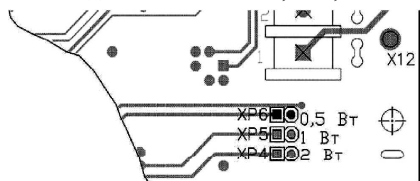

Рисунок 2 – Размещение разъемов на печатной плате
6.3 Установить требуемый уровень выходной мощности громкоговорителя, замыкая контакты одного из соединителей на плате печатной с помощью перемычки (см. рисунок 2).
– отрегулировать усиление тракта передачи с помощью подстроечного резистора R4 «Усил МКФ», расположенного на печатной плате (см. рисунок 2);